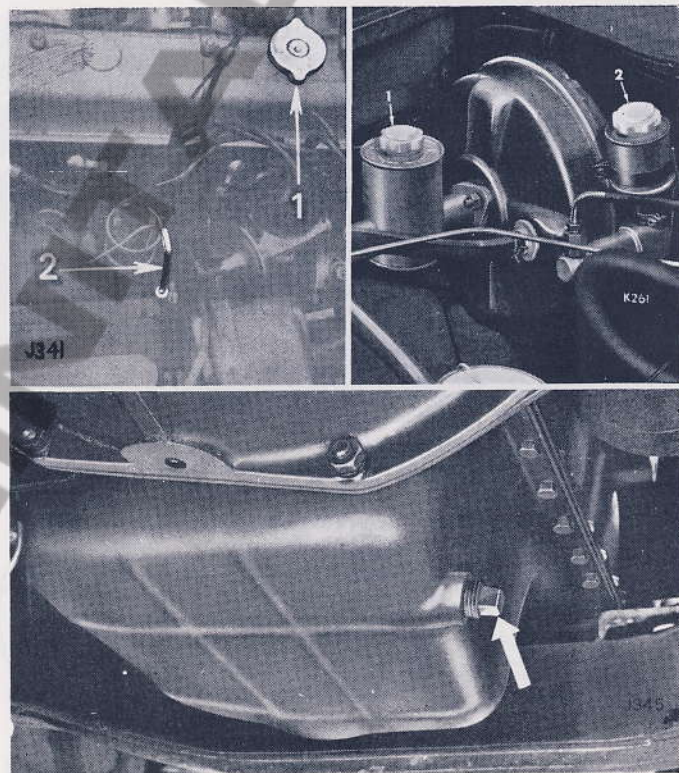

Fig. 61 (a sinistra) Fig. 62(in basso) Fig. 63 (a destra)
**Motore, giornalmente (Fig. 61)**
Ogni 10.000 Km (6000 miglia), svuotare la coppa dell'olio e riempirla fino all'esatto livello attraverso l'apposito bocchettone (Fig. 61). Accorciare tale periodo se la vettura viene usata su brevi percorsi, con frequenti arresti e riavviamenti, particolarmente nella stagione invernale, quando si usa più frequentemente lo starter.